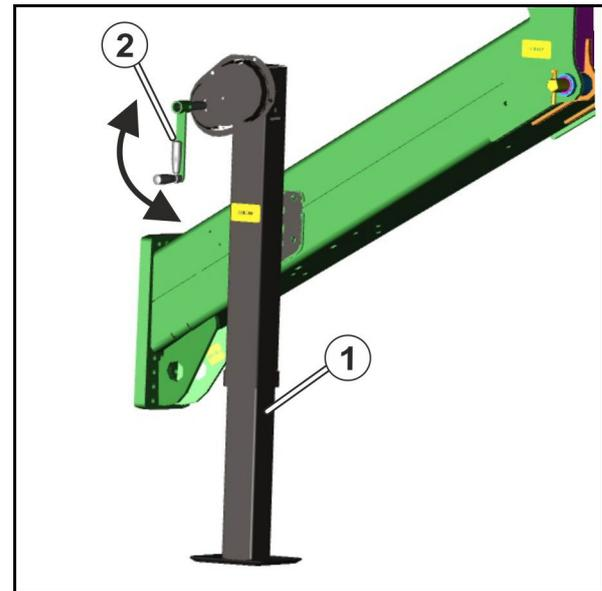

Fig. 57
- sperrt die Fahrgassenschaltung am Verteilerkopf über Schieber (Fig. 57/1) die Saatgut-Zuteilung zu den Saatgutleitungen (Fig. 57/2) der Fahrgassenschare
Die Saatgutzufuhr zu den Fahrgassenscharen wird unterbrochen, sobald der Elektromotor (Fig. 57/3) die entsprechenden Saatleitungsrohre (Fig. 57/2) im Verteilerkopf verschließt.
Ein Sensor (Fig. 57/4) prüft, ob die Schieber (Fig. 57/1), die die Saatleitungsrohre (Fig. 57/2) öffnen und schließen, ordnungsgemäß arbeiten.